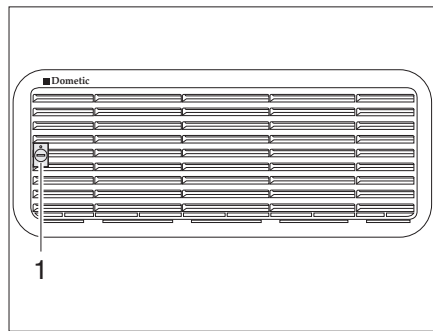
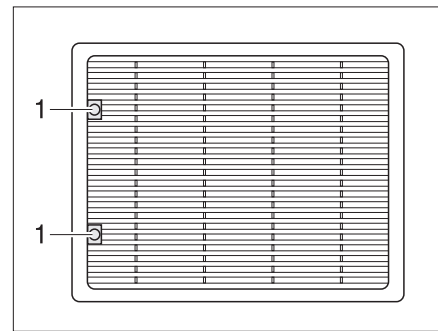

Fig. 241 Rejilla de ventilación del frigorífico (Dometic pequeño)
Fig. 242 Rejilla de ventilación del frigorífico (Dometic grande)
- Girar el tornillo (Fig. 241,1 ó Fig. 242,1) un cuarto de vuelta con la ayuda de una moneda.